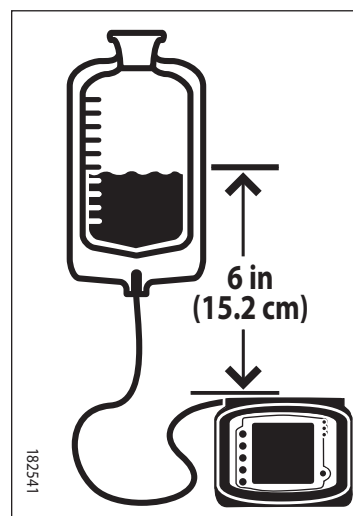

Figure 4B. Niveau de liquide correct.
4. **Suspendre la poche de nutriment de sorte que le niveau haut du liquide en début de nutrition se situe à 15,24 cm (6 pouces) environ au-dessus du haut de la pompe (Figure 4B).**
7. **Le niveau haut du liquide dans la poche de nutrition doit se situer en début de nutrition à 15,24 cm (6 pouces) au-dessus du haut de la pompe (Figure 4B).**